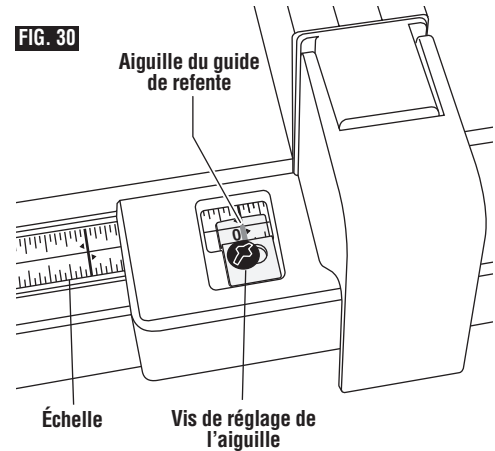

FIG. 30
La distance entre le corps du guide de refente et la lame lors d'une coupe de refente du côté droit de la lame est déterminée en alignant l'indicateur avec la dimension désirée sur l'échelle (Fig. 30).
3. Desserrez la vis de réglage de l'indicateur, réglez l'indicateur sur le repère « 0 » de l'échelle inférieure, puis resserrez la vis (Fig. 30).